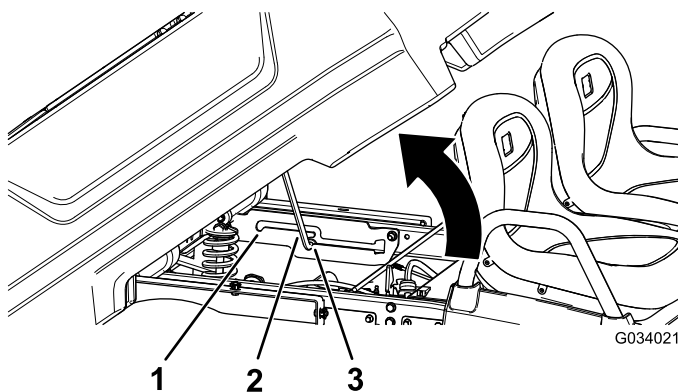

図 17
2. 支え棒をダンプ位置の固定スロットにはめ込んで荷台を固定する 図 17。
2. 支え棒を整備位置の固定スロットにはめ込んで荷台を固定する 図 17。
2. 荷台の底部のスロットにはめ込んであった支え棒を外す 図 17。